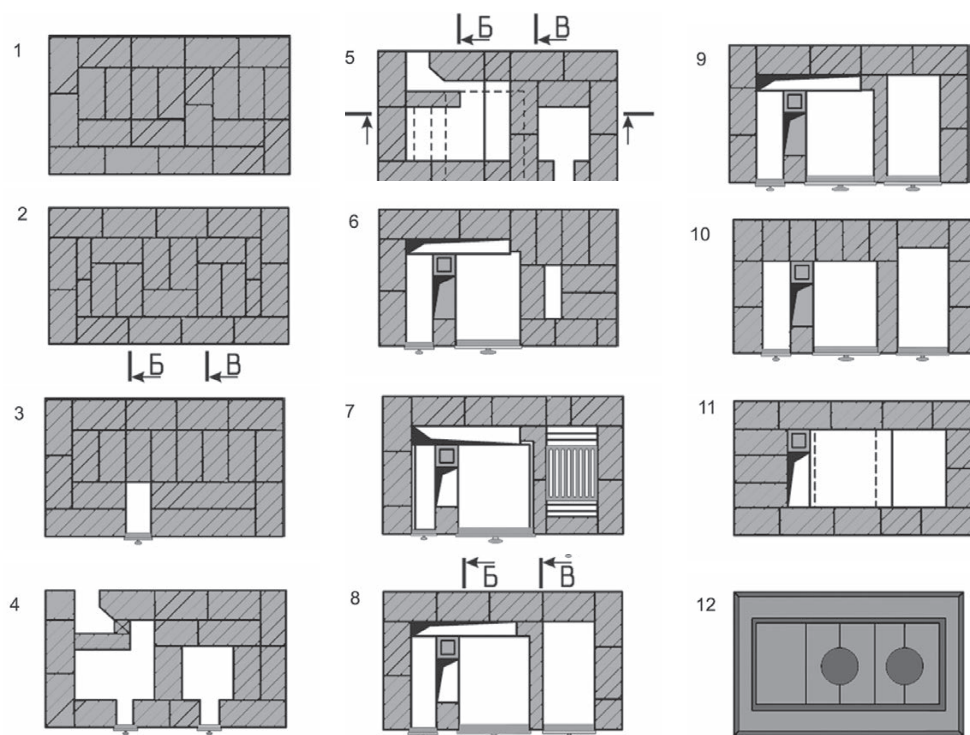

Рис. 10.35. Порядовка кладки кухонной плиты с духовкой
**Четвертый ряд** является сложным. В задней стенке следует оставить отверстие, чтобы потом присоединить плиту к дымоходу. Поставив кирпич на ребро, мы получаем перегородку. Между кладкой внутри печи и этим кирпичом образуется свободное пространство (13 см). В будущем оно станет каналом для отвода горячих газов из-под духовки к дымоходу. Устанавливайте дверку на предыдущем ряду, в этом закладывайте поддувало. Углы кирпичей у выхода закругляются или скашиваются. Стрелками на рисунке показаны места подключения к дымоходу (см. рис. 10.35).